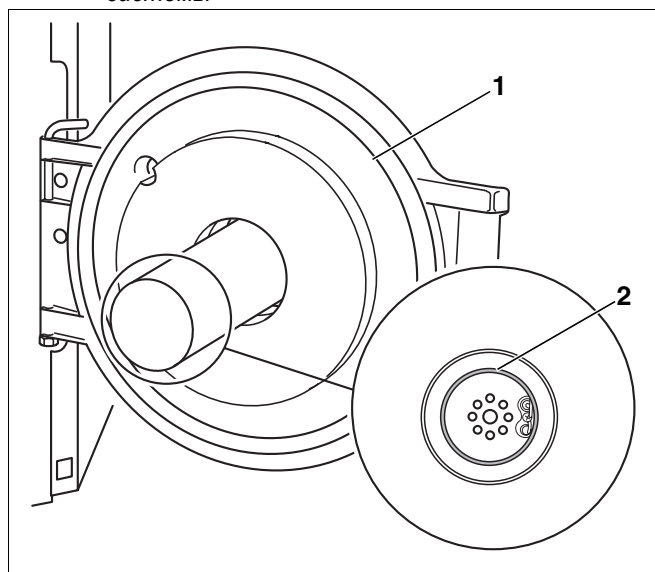

Рис. 39 Проверка правильной установки уплотнения
- При открытой дверце горелки (рис. 39, **поз. 1**) проверить правильную установку уплотнения (рис. 39, **поз. 2**).
- Закрывать дверцу горелки (рис. 39, поз. 1, стр. 33) и затянуть крепежные болты (момент затяжки примерно 10 Нм).